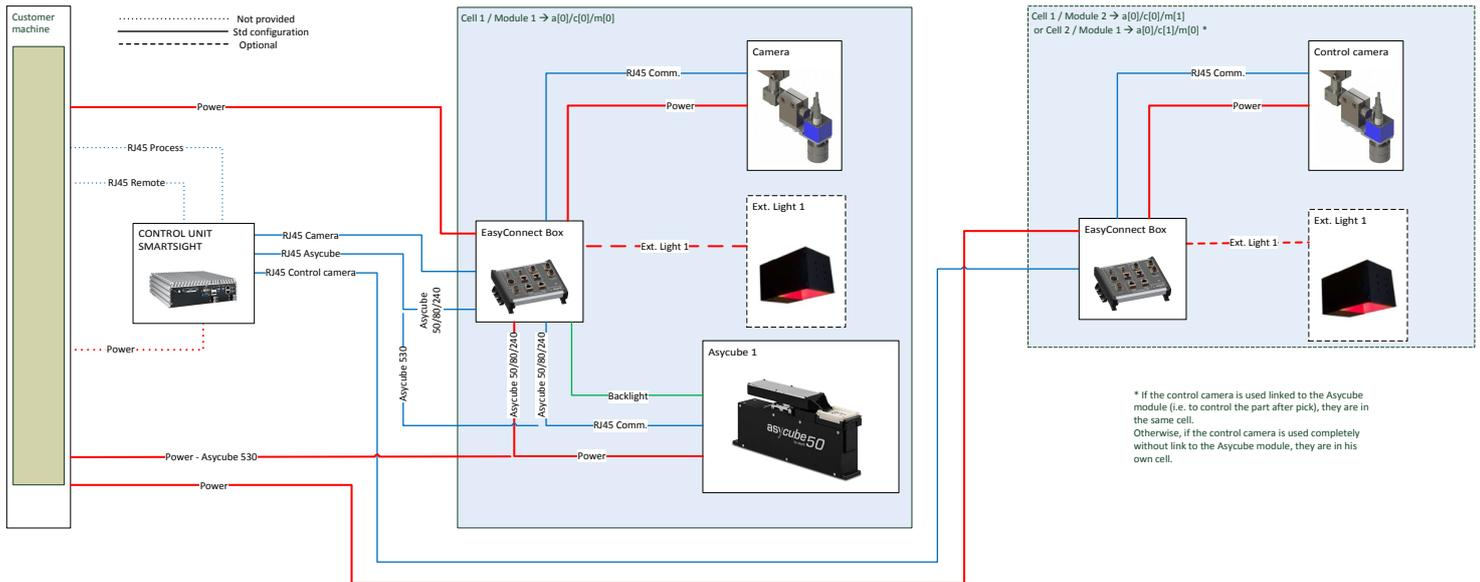

Figure 2-10 : Diagramme général d'une configuration de base avec caméra de contrôle
- Configuration de base et une caméra de contrôle (Figure 2-10)